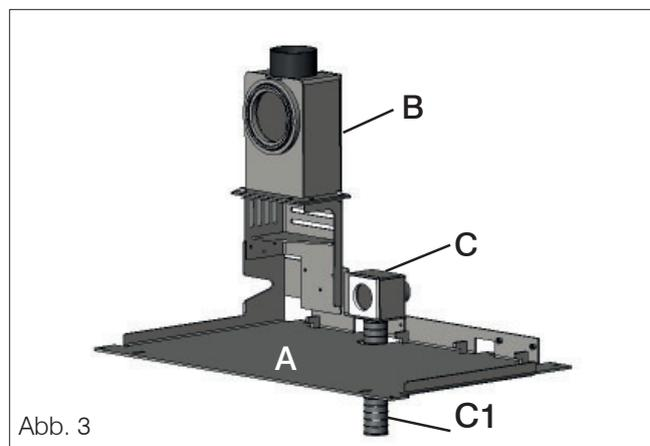

Abb. 3
- Das Rauchrohr (nicht mitgeliefert) auf den Rauchkanal (B) und das Rohr \varnothing 40 mm (C1 - nicht mitgeliefert) auf den Primärluftkanal (C) aufsetzen. Das Rohr \varnothing 40 mm (C1 - nicht mitgeliefert) kann von unterhalb der Basisplatte (A) installiert werden, siehe Abb. 3.